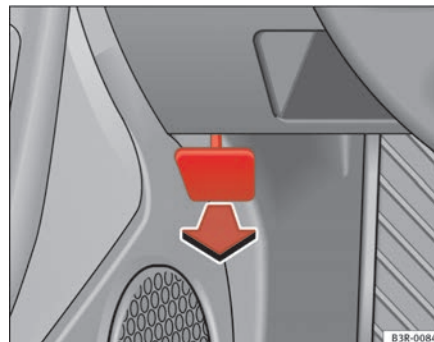

Fig. 170 Dettaglio del vano piedi sul lato del conducente: leva per l'apertura del cofano del vano motore.
- Tirare la leva situata sotto il cruscotto nella direzione della freccia (⇒ fig. 170).